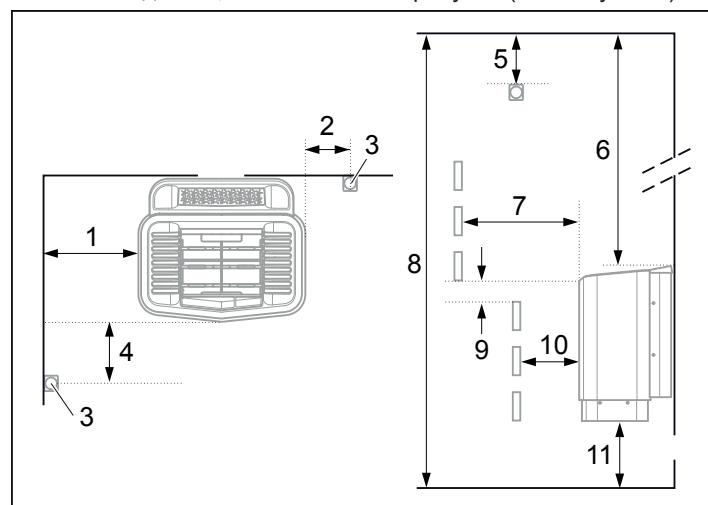
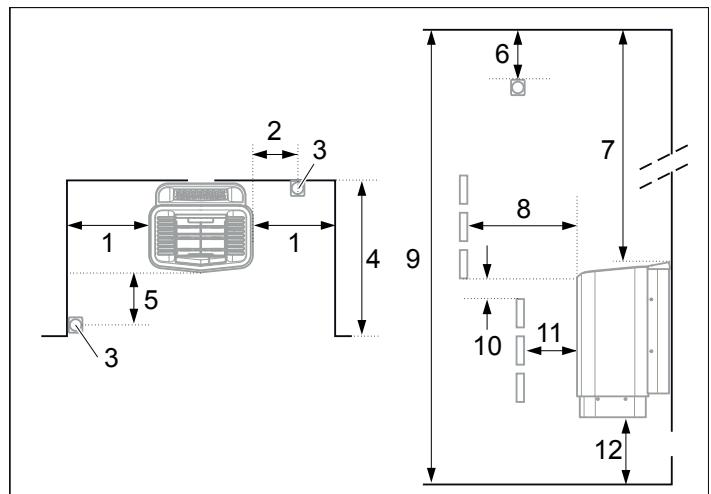

Рисунок 3: Позиционирование нагревателя - нормальная установка
Рисунок 5: Позиционирование нагревателя - установка в нише
- Спланируйте размещение датчика (см. Рисунок 3 и Рисунок 5).
- у той же стены, что и дверь (или у боковой стены, но как можно ближе к стени, в которой расположена дверь). Также возможно размещение нагревателя в нише (см. Рисунок 5).
- Установите устройство на безопасном расстоянии от пола, боковых стен и элементов интерьера (см. Рисунок 3).
Установите датчик, как показано на рисунке (см. Рисунок 3).
1. Установите устройство на безопасном расстоянии от пола, боковых стен и элементов интерьера (см. Рисунок 5).
2. Установите датчик, как показано на рисунке (см. Рисунок 5).